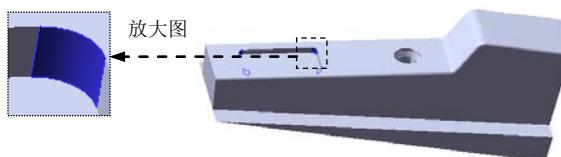

图 16.5.16 圆角 4
(4) 定义拔模参数。
① 定义拔模类型。在**拔模类型(T)**中选取 中性面(E) 选项。
② 定义拔模角度。在“拔模”对话框中**拔模角度(G)**区域的文本框后输入拔模角度值 5.0。
③ 定义拔模沿面延伸。在**拔模面(F)**区域的**拔模沿面延伸(A):**中选取 无 选项。
(5) 单击按钮，完成拔模 1 的创建。
Step10. 创建图 16.5.16 所示的圆角 4。
(1) 选择命令。选择下拉菜单**插入(I)** → **特征(E)** → **圆角(U)...** 命令（或单击按钮），系统弹出“圆角”对话框。